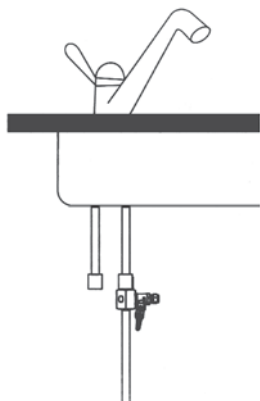

Рис. 8
2.4. Установите узел в сборе в разрыв гибкой подводки смесителя, как показано на **рис. 8**.